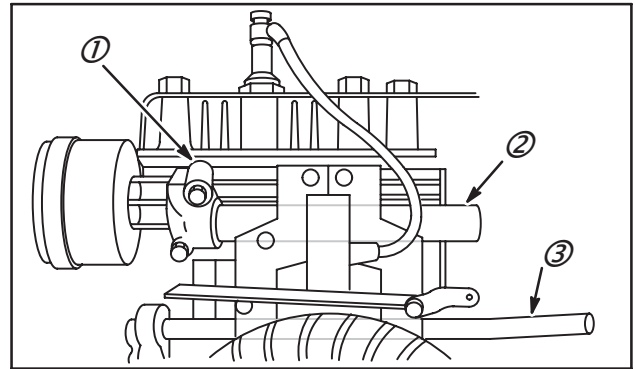

Fig. 27
Reniflard et collecteur d'admission (Fig. 27)
Le collecteur d'admission (2) est vissé au cylindre des Modèles 90000, 92000, 93000, 94000, 95000, 100000, 110000, 110900, 111900, 112900, 113900, 114900, 130000, Fig. 27. Vérifier que la portée est bonne et que le joint empêchant les entrées d'air et de poussières, n'est pas endommagé.